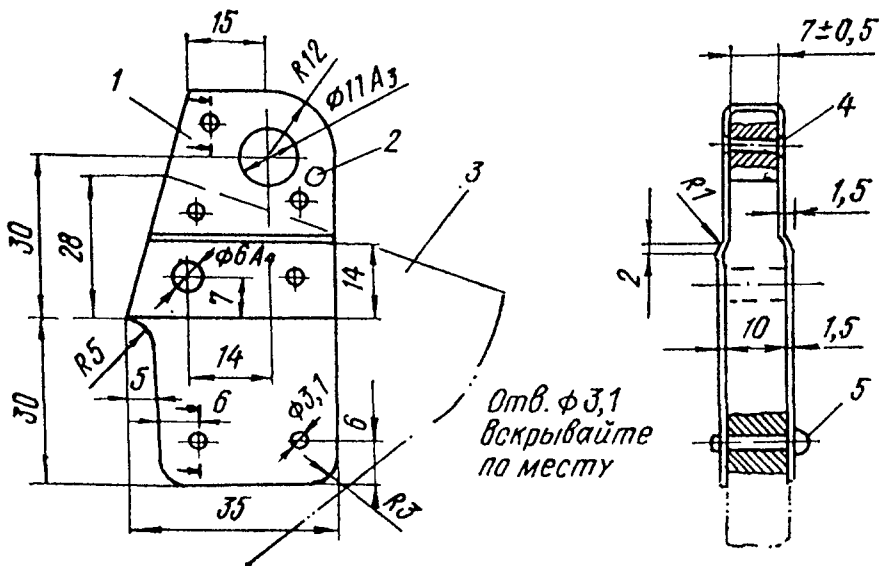

Рис. 6.18. Эскиз изготовления щечки:
- г) при поломке уха чашки изготовьте щечки из 30ХГСА л 1,5, срежьте обломанную часть уха и отфрезеруйте до размеров, указанных на рис. 6.18. Изготовьте вкладыш из Д16-Т согласно рис. 6.18 и подгоните по месту. Изготовьте новый штырь (рис. 6.19) из материала Ст. 45;